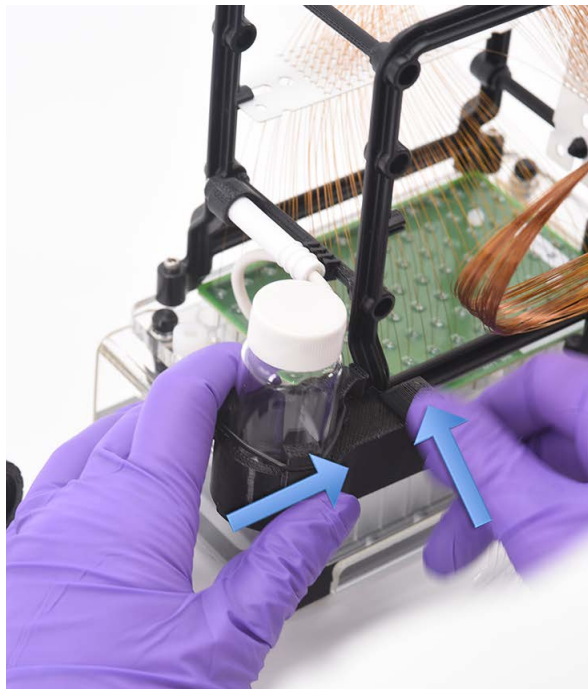

Figura 104 Instalación del dispositivo de almacenamiento del eje del microarray
- 7 Deslice el dispositivo de almacenamiento del eje del microarray por el brazo lateral del microarray de capilares, situado a la izquierda de la ventana del microarray de capilares, y apriete el tornillo de bloqueo para fijarlo en su sitio, tal como se muestra en la **Figura 104**.